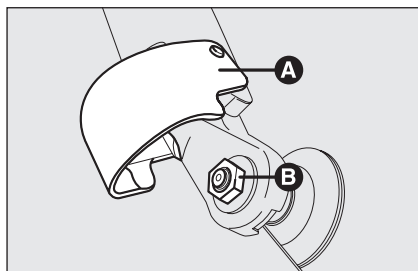

fig. 24
- ☐ soulever la couverture **A**-fig. 24 et démonter le bras de la voiture, en dévissant l'écrou **B** qui le fixe au pion de rotation;